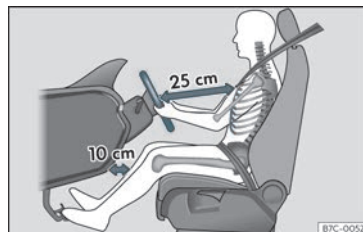

Fig. 2 La separació correcta entre el conductor i el volant ha de ser de 25 cm com a mínim (10 polzades).
- Ajusteu el volant de manera que quedi a una distància, d'almenys, 25 cm (10 polzades) de l'estern» **fig. 2** i el pugueu subjectar amb les dues mans pels costats, per la part exterior, amb els braços lleugerament flexionats.
- Ajusteu longitudinalment el seient de manera que pugueu trepitjar a fons els pedals amb els genolls lleugerament flexionats i que quedi una distància entre la zona dels genolls i el tauler d'instruments d'almenys 10 cm (4 polzades)» **fig. 2**.